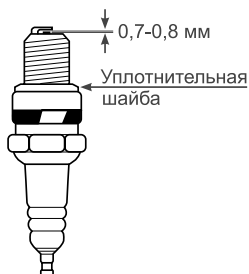

Рис. 19 Зазор между электродами свечи зажигания
4. Измерьте зазор между электродами свечи зажигания специальным щупом. Зазор должен быть 0,7-0,8 мм (Рис. 19). При увеличении, или уменьшении требуемого зазора, рекомендуется заменить свечу, так как регулировка зазора может привести к изменению качества искрообразования.